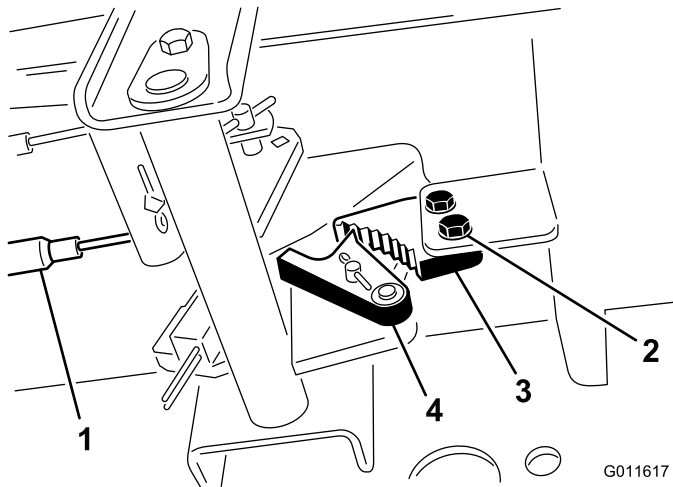

Figura 67
1. Allentate le due viti che fissano il nottolino del freno di stazionamento al telaio (Figura 67).
2. Premete in avanti il pedale del freno di stazionamento finché il fermo non s'innesta completamente nel nottolino del freno (Figura 67).